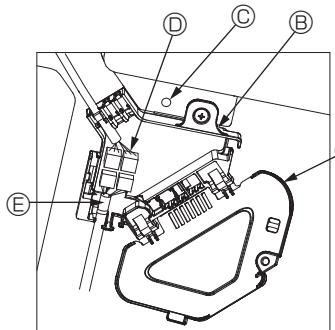

Fig. 10-8
- Güvenli bir şekilde kanatçık motorunun bağlantı kablo konektörlerini ve panel kanatçık motor kablo bağlantısını güvenli bir şekilde bağlayın. (Fig. 10-8)
③ Konektör kutusu kapağını kapatın.